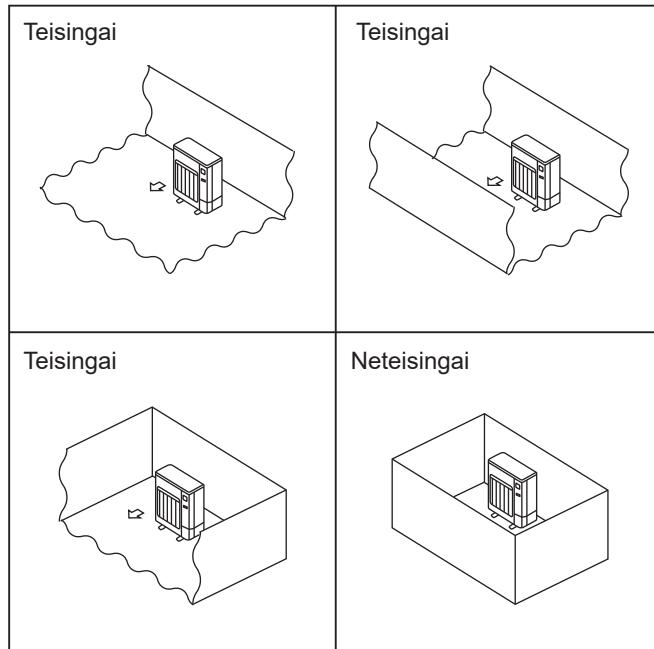

Fig. 2-1
- Išorinius įrenginius montuokite vietoje, kurioje prie jų būtų galima prieiti bent iš keturių pusų. Be to, vieta turi būti pakankamai didelė be jokių nuolaidžių paviršių. (Fig. 2-1)